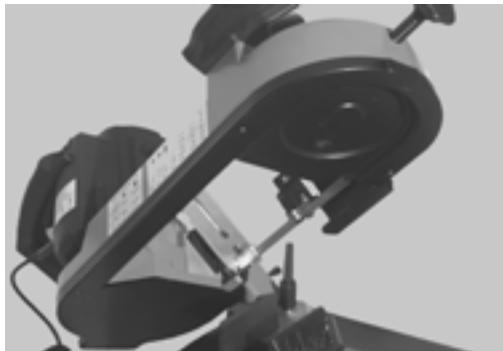

Fig. 47
2. Lever le montant en position verticale (fig. 47).
Éléments des fig. 47 à 50